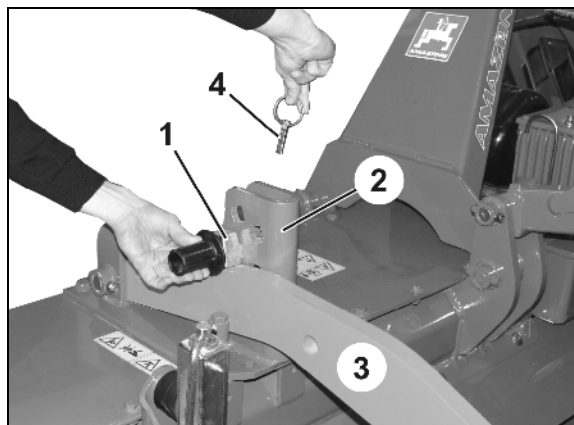

Bild 25
1. Lyft med hjälp av traktorns trepunktslyft markbearbetningsmaskinen nätt och jämt så mycket att bärmarna (Bild 25/3) inte blockerar hålen i bulthållarprofilerna (Bild 25/2) för djupinställningsbultarna (Bild 25/1).
3. Ta ut låssprinten (Bild 25/4).